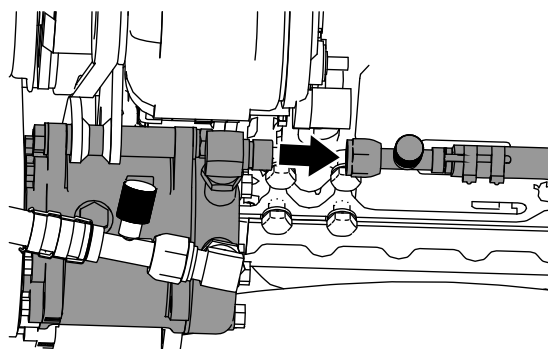

Рисунок 45
3. Подсоедините шланг высокого давления системы кондиционирования воздуха (3/4 дюйма) от кабины к прямоугольному штуцеру (3/4 дюйма), как показано на Рисунок 45.